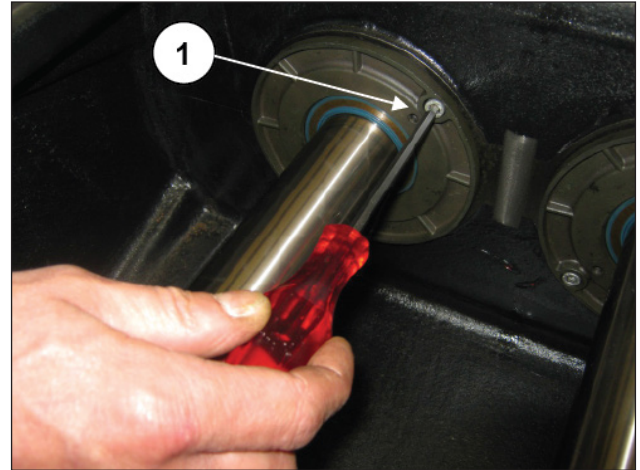

Fig. 2
Solte os dois parafusos de fixação M6 das três coberturas da vedação do óleo (pos. ①, Fig. 2).